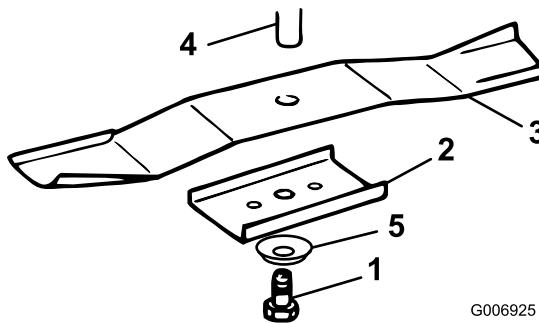

Figure 29
- Enlevez le boulon (clé de 16 mm [5/8"]), la rondelle bombée, le porte-lame et la lame (Figure 29). Pour enlever le boulon, bloquez éventuellement la lame en introduisant une cale en bois entre la lame et le carter du plateau de coupe.
- Montez chaque lame, le porte-lame, la rondelle bombée (face concave vers la lame) et le boulon de lame (Figure 29).